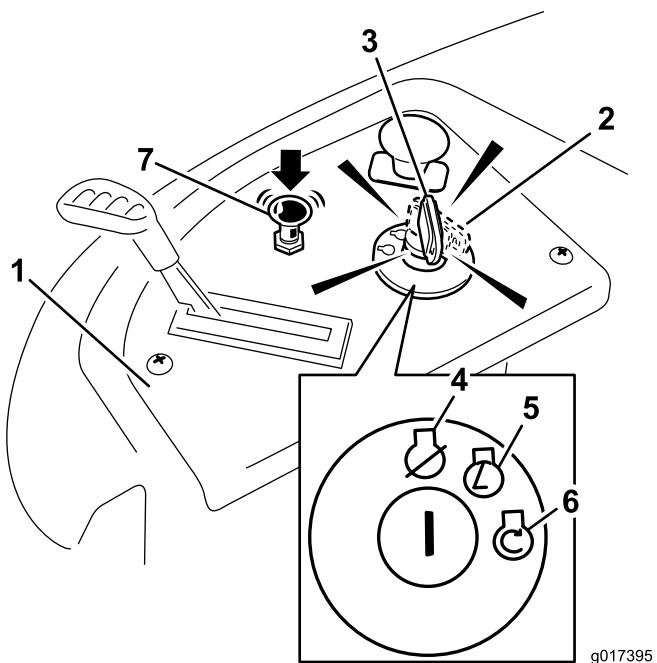

Figura 13
4. Gire la llave de contacto a Arranque para activar el motor de arranque (Figura 13).
5. Cuando el motor haya arrancado, empuje el control del estárter hacia abajo (Figura 13).
4. Gire la llave de contacto a la posición de Desconectado (Figura 13) y retire la llave.